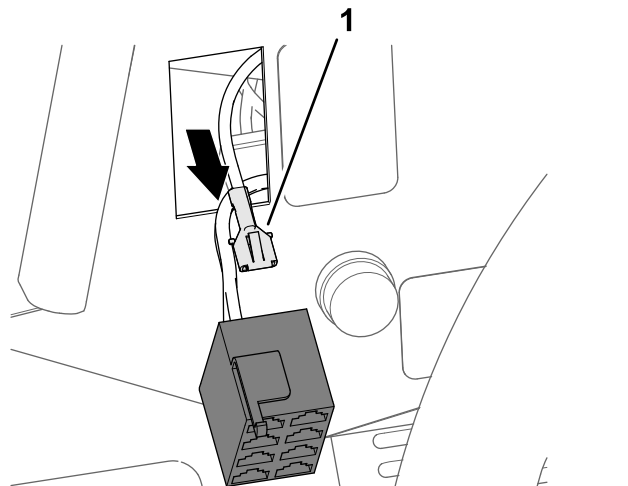

Figura 29
3. Alinee el terminal hembra del extremo de la rama de 108 cm del arnés de cables del kit marcado TO HEAD LIGHT SWITCH PIN 1 con la parte trasera del conector hembra de 8 vías del interruptor de los faros (Figura 29)